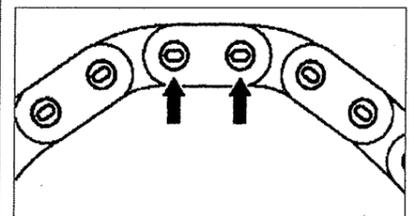

Рис. 2.23. Проверьте правильность запрессовки (стрелки).
13. Проверьте правильность запрессовки (стрелки) и допрессуйте, если необходимо (см.рис.2.23).